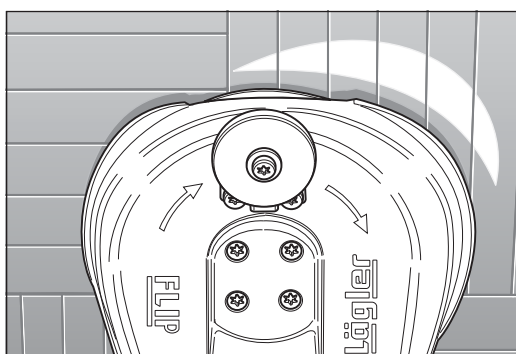
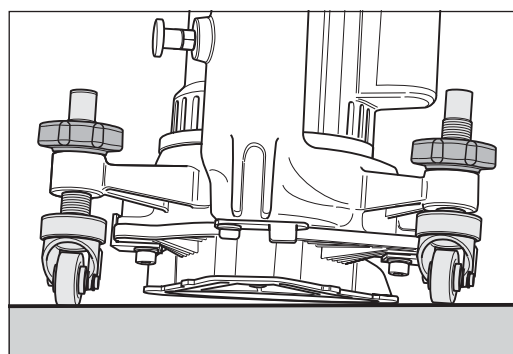
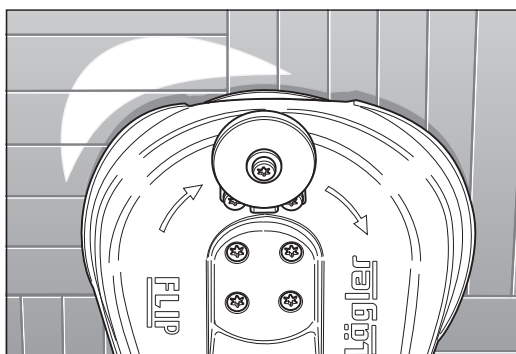
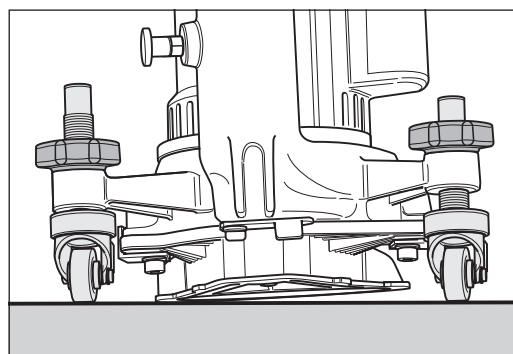

Abb. 60 **Falsche** Einstellung der Lenkrollen:
Abb. 61 Die Maschine schleift zu weit **rechts**:
Abb. 62 **Falsche** Einstellung der Lenkrollen:
Abb. 63 Die Maschine schleift zu weit **links**:
- 9 Schleift die Maschine zu weit rechts (Abb. 60) oder zu weit links (Abb. 62), sind die Lenkrollen **nicht gleich hoch** eingestellt (Abb. 61 und Abb. 63)!